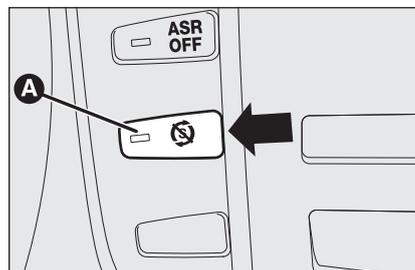

fig. 103
Para activar/desactivar manualmente el sistema pulsar el botón (S) fig. 103 situado en el salpicadero, junto al volante.
En esta condición el LED A-fig. 103 ubicado sobre el botón (S) está apagado.
Con el sistema desactivado, el LED A-fig. 103 está encendido.